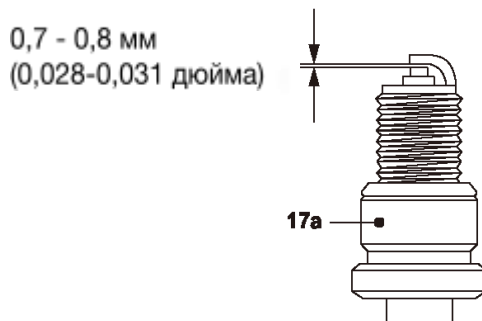

Рис. 31
6. Проверьте зазор между электродами свечи зажигания. Зазор должен составлять 0,7-0,8 мм (рис. 31).
8. При замене свечи зажигания (187) сначала вкрутите ее от руки, а затем слегка затяните свечным ключом (33).